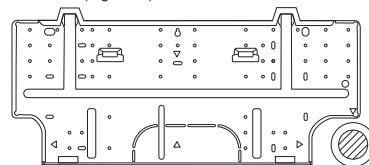

Fig. 3-38
- (1) Fixe o painel traseiro na parede com os 8 parafusos fornecidos. (Fig. 3-38)